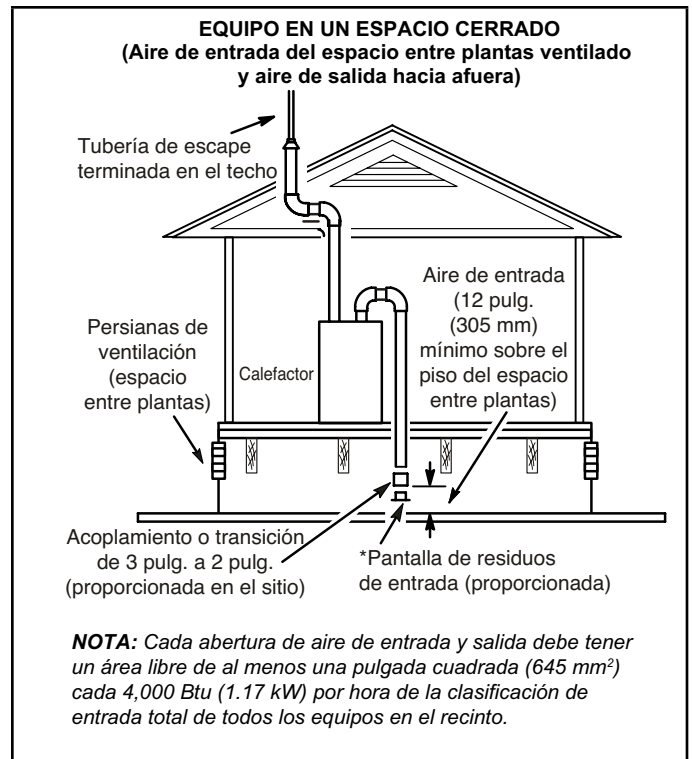

FIGURA 24
- 2 - Si el aire de entrada se toma de un espacio entre plantas ventilado (FIGURA 24) o de un ático ventilado (FIGURA 25), el largo de la ventilación de escape no debe exceder los valores listados en la TABLA 9. Si se utiliza una tubería de 3 pulg. de diámetro, redúzcala a una tubería de 2 pulg. de diámetro para acomodar la pantalla de residuos.